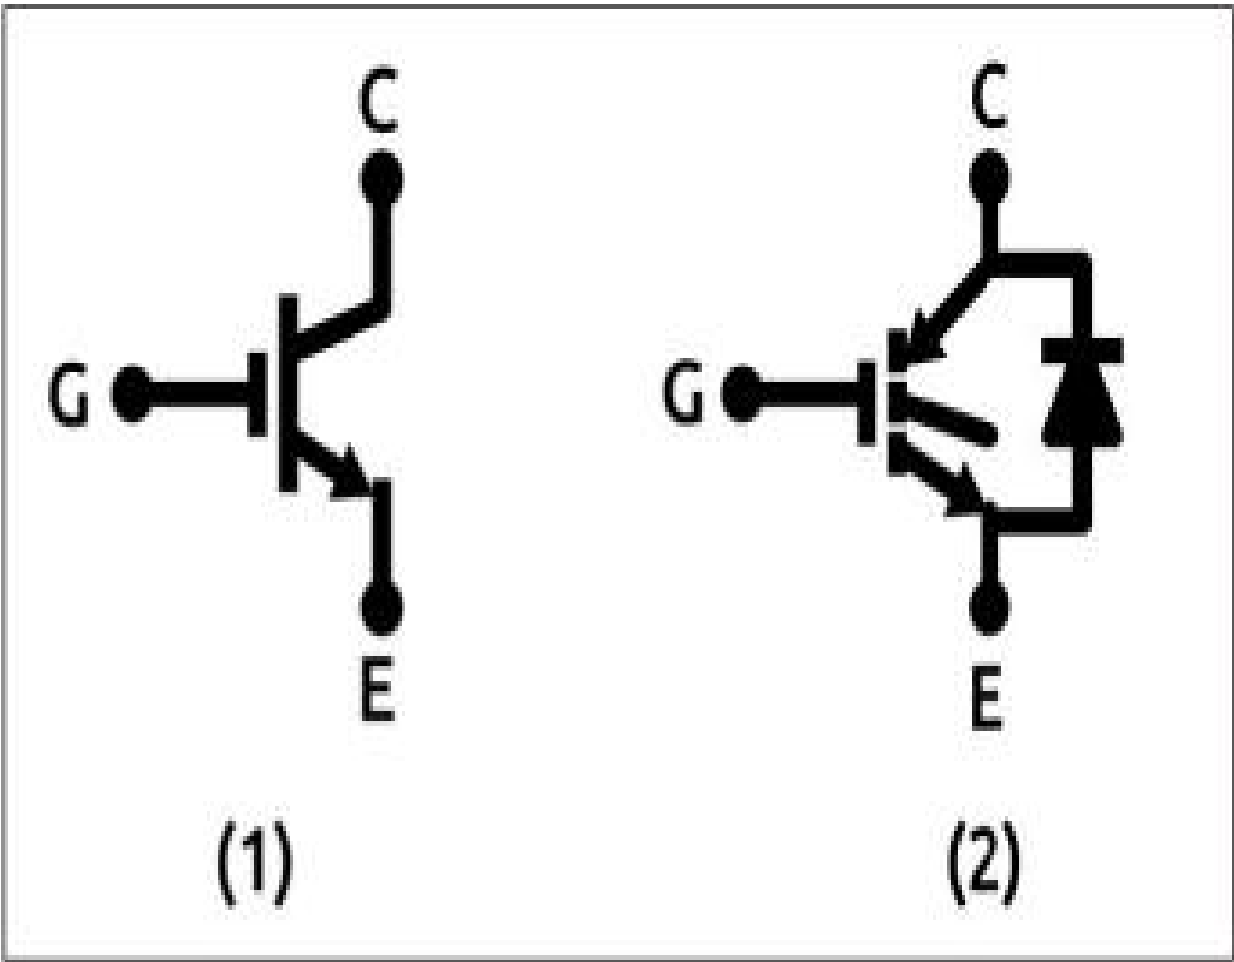

Figura 3.115 – Símbolos para un IGBT: versión simplificada (1) y más completa (2).
Sus terminales se denominan emisor (E), colector (C) y puerta (G). El terminal de puerta se encuentra aislado, como en los MOSFET, y presenta una alta impedancia de entrada (es decir, no absorbe corriente del circuito de control). El símbolo recuerda el de un transistor bipolar y destaca la presencia de la puerta aislada (figura 3.115).